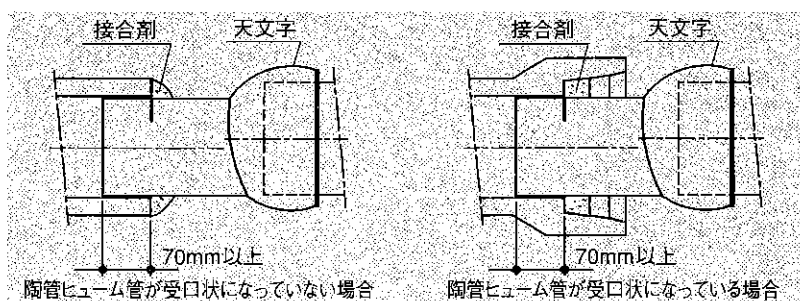

図4
③ 陶管またはヒューム管との接続は、図4に示すように接合剤(陶管・ヒューム管と塩ビ支管の接合用)にて全周すきまなく塞いで下さい。
④ 陶管またはヒューム管との差込代は70mm以上確保して下さい。70mmの位置は標線が示してあります。